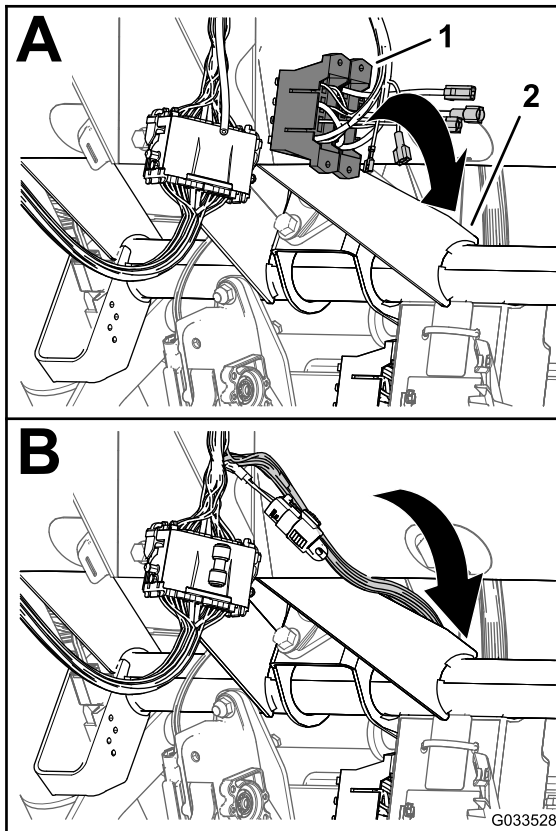

Figura 24
1. La consola de comandă a pulverizatorului, pozai ramura cablajului frontal cu blocurile de sigurană dintre baza panoului tabloului de bord i tubul transversal al asiului mainii i în jos spre partea frontală a blocului de sigurană al mainii (Figura 24).